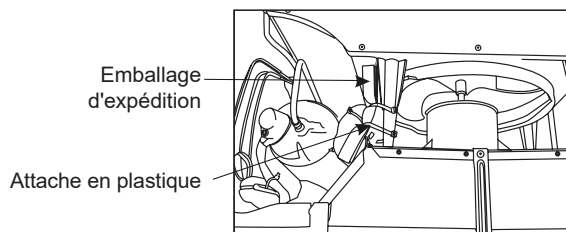

Figure 7
10. Votre unité peut être livrée avec un emballage interne. Cet emballage doit être retiré avant de réinstaller le climatiseur dans l'armoire (voir Figure 7).